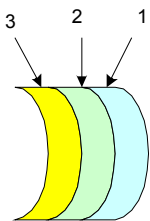

Рис. 281
**3) Кинескопы.** Кинескопы относятся к комбинированным ЭЛТ, то есть они имеют электростатическую фокусировку и электромагнитное отклонение луча для увеличения чувствительности. Основным отличием кинескопов от ЭЛТ является следующее: электронная пушка кинескопов имеет дополнительный электрод, который называется ускоряющим электродом. Он располагается между модулятором и первым анодом, на него подаётся положительное напряжение в несколько сотен вольт относительно катода, и он служит для дополнительного ускорения электронного потока. Вторым отличием является то, что экран кинескопа, в отличие от ЭЛТ, трёхслойный (смотрите рисунок 281).